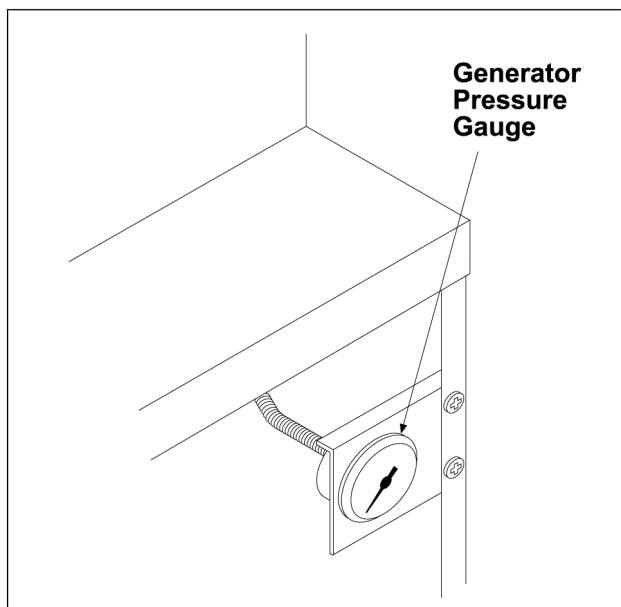

Fig. 64
**PREVIOUS PRODUCTION SHOWN (Fig. 64)**